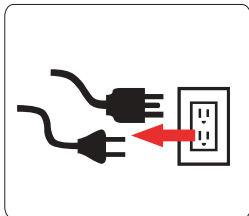

Fig 14
- Todas las cargas deben ser desconectadas del generador. Nunca arranque o detenga el motor con los dispositivos eléctricos enchufados en los receptáculos. (Fig 14)